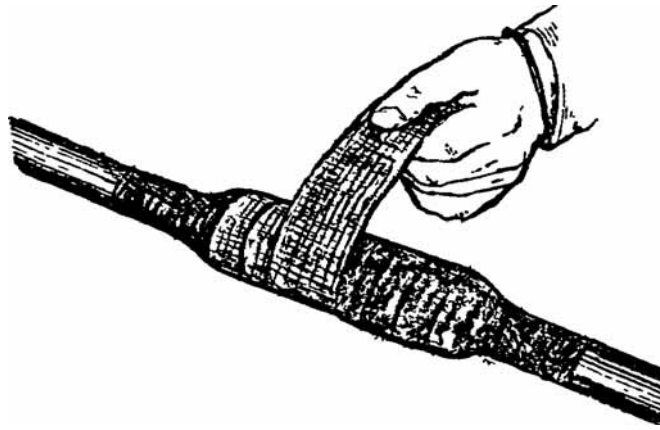

Рис. 4.11 Восстановление полиэтиленового шланга на кабеле МКСАШп
4.7.1. В этих случаях, ленту ВМ вначале наматывают на металлическую оболочку между срезом полиэтиленового шланга и свинцовой муфтой до выравнивания с наружным диаметром шланга. Затем, отступив на 50 мм от среза шланга, начинают его обмотку, продолжают обмотку всей свинцовой муфты и далее, с заходом на шланг другого конца кабеля (также на 50 мм). На рис. 4.11 показана намотка ленты ВМ при восстановлении шланга на кабеле МКСАШп.